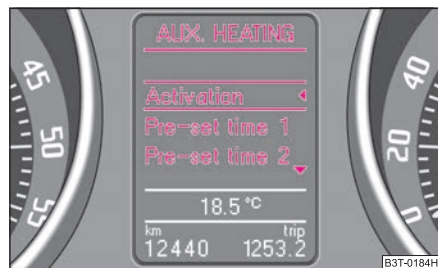

Fig. 116 Pantalla informativa: Aux. Heating (calefacción independiente)
- En el menú **Aux. Heating (Calefacción independiente)** ⇒ fig. 116 elija el menú **Weekday (Día de semana)** y ponga el día actual.